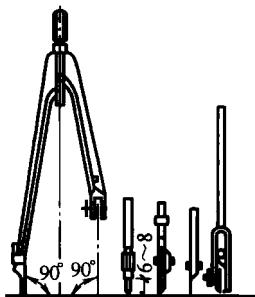
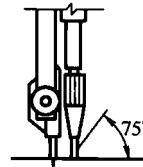

图 2-7 圆规
图 2-8 圆规铅芯
1. 圆规 圆规是用来画圆及圆弧的工具。圆规一般附有铅芯插腿、钢针插腿、直线笔插腿和延伸杆等，如图 2-7 所示。在使用前应该调整圆规带针插脚，使针尖略长于铅芯。圆规铅芯应磨削成 5° 的斜面，如图 2-8 所示。在画图时，将带针插脚轻轻插入圆心处，使带铅